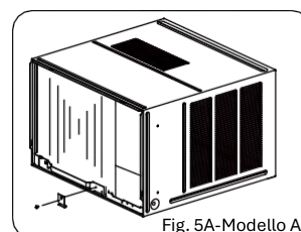

Fig. 5A-Modello A
1. Rimuovere una vite che fissa la staffa di montaggio del telaio, quindi smontare la staffa di montaggio del telaio come mostrato nella Fig. 5A.